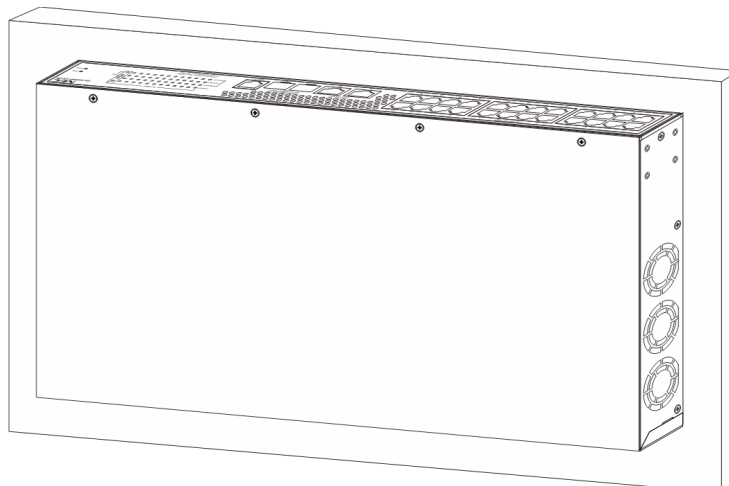

図 3-4 金属面へのスイッチの貼り付け
- 5) 図 3-4に示すように金属面に装置を設置してください。